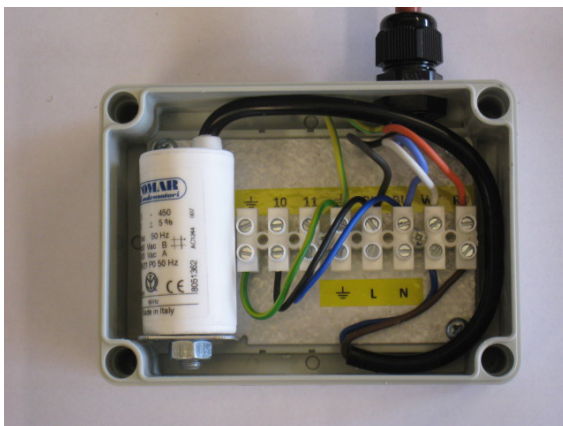

Abb. 9
4. Befestigen Sie die Anschlussbox (Abb. 9) des Heizlüfters an der Wand und montieren Sie eine Kabelverschraubung mit Schutzklasse IP65, die dem Kabelanschluss entspricht.